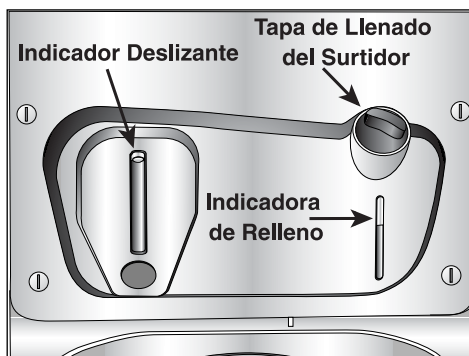

Figura 1
1. Desensrosque la tapa de llenado del surtidor (figura 1).
6. Mueva el indicador deslizante hasta arriba completamente (figura 1). A continuación, siga los pasos 7 y 8 para fijar la cantidad de detergente a usar en cada carga promedio.